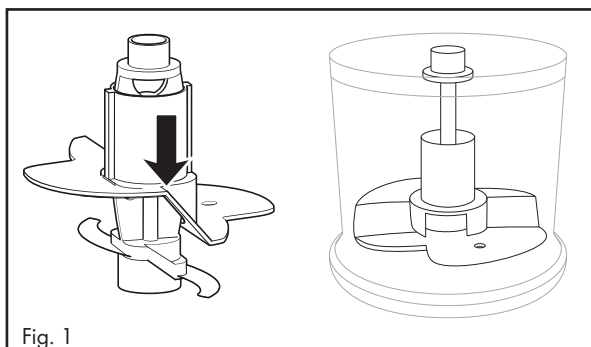

Fig. 1
- Per 100 ml di panna infilarla sul portalame **5** in modo tale che la frusta **10** poggi su entrambe le lame **7** e si innesti in posizione (Fig. 1):